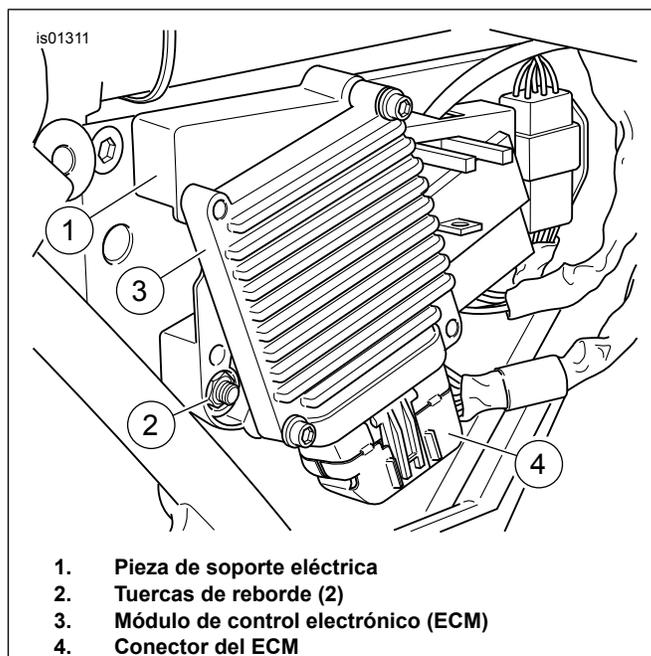

Figura 10. Pieza de soporte eléctrica (modelos FL Touring 2002 a 2007)
- Vea Figura 10. Quite las dos tuercas de reborde (2) de la pieza de soporte eléctrica (1). Saque el conjunto de la pieza de soporte con el módulo de control electrónico (ECM) y el conector adjunto, del costado de la caja de la batería.